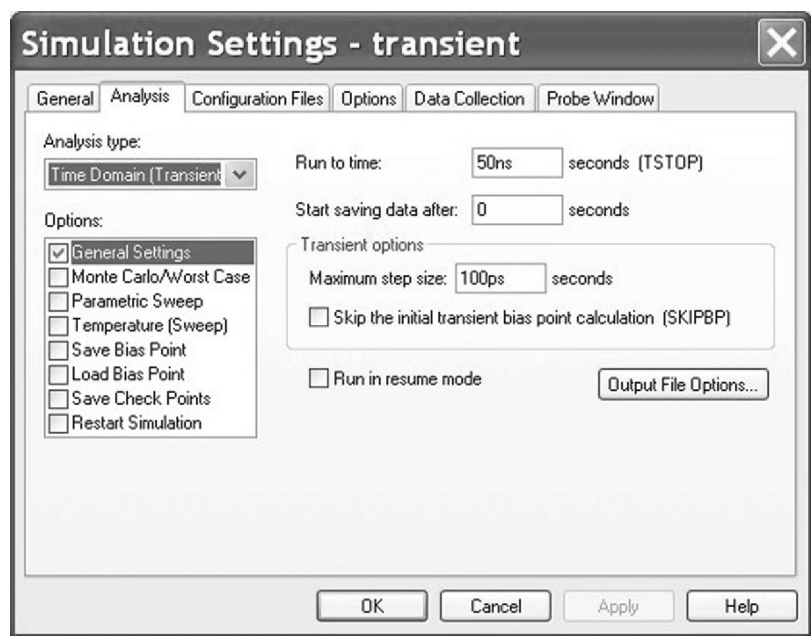

图 17.7 瞬态仿真设置
3. 如图 17.7 所示，建立瞬态仿真设置文件，运行时间为 50ns，最大步长为 100ps。